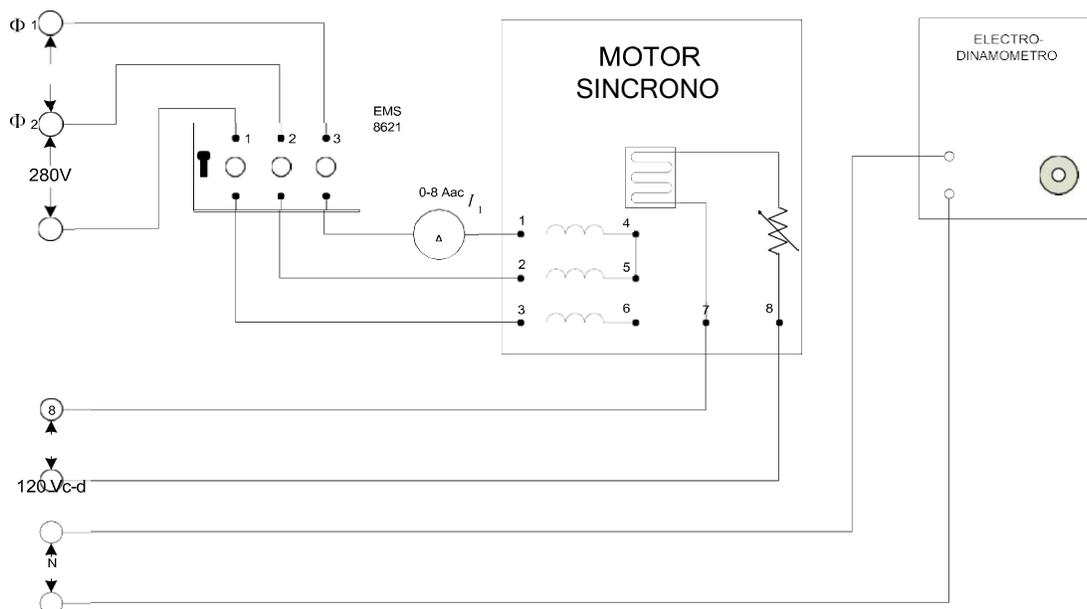

FIGURA 2
6.- Conecte el circuito que aparece en la figura 2, con los módulos del electrodinamómetro y el interruptor de sincronización. Acople el motor al electrodinamómetro por medio de la banda.